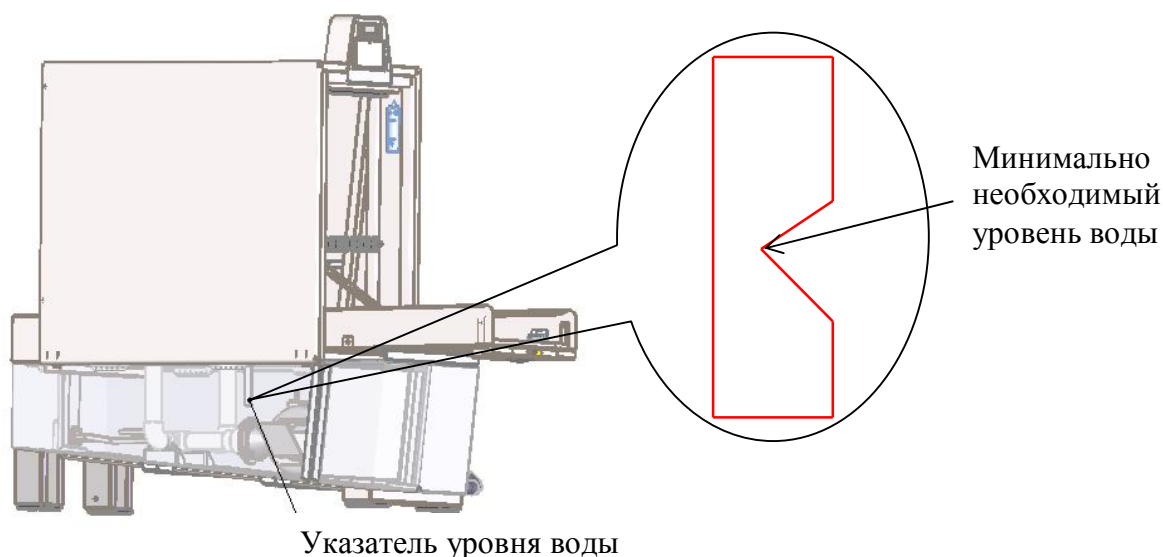

Рис. 4
4.4. Наполнить ванну водой до отметки красного указателя, который расположен внизу моечного отделения между валами рис. 4
5.1. Для эксплуатации изделие требуется проверить уровень воды в ванне по красному индикатору внутри моечного отделения рис.4.